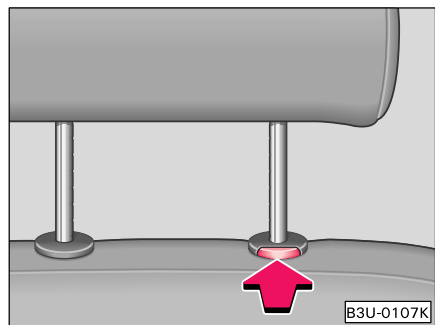

Fig. 55 Demontarea tetierelor
- Apucați tetiera cu ambele mâini și mișcați-o în sus sau în jos, în direcția săgeții (A) ⇒ Fig. 55. Protecția optimă este oferită atunci când marginea superioară a tetierei ajunge la înălțimea ochilor sau puțin mai sus.
- Apăsăți tasta de siguranță în direcția săgeții ⇒ Fig. 55 și scoateți tetiera.